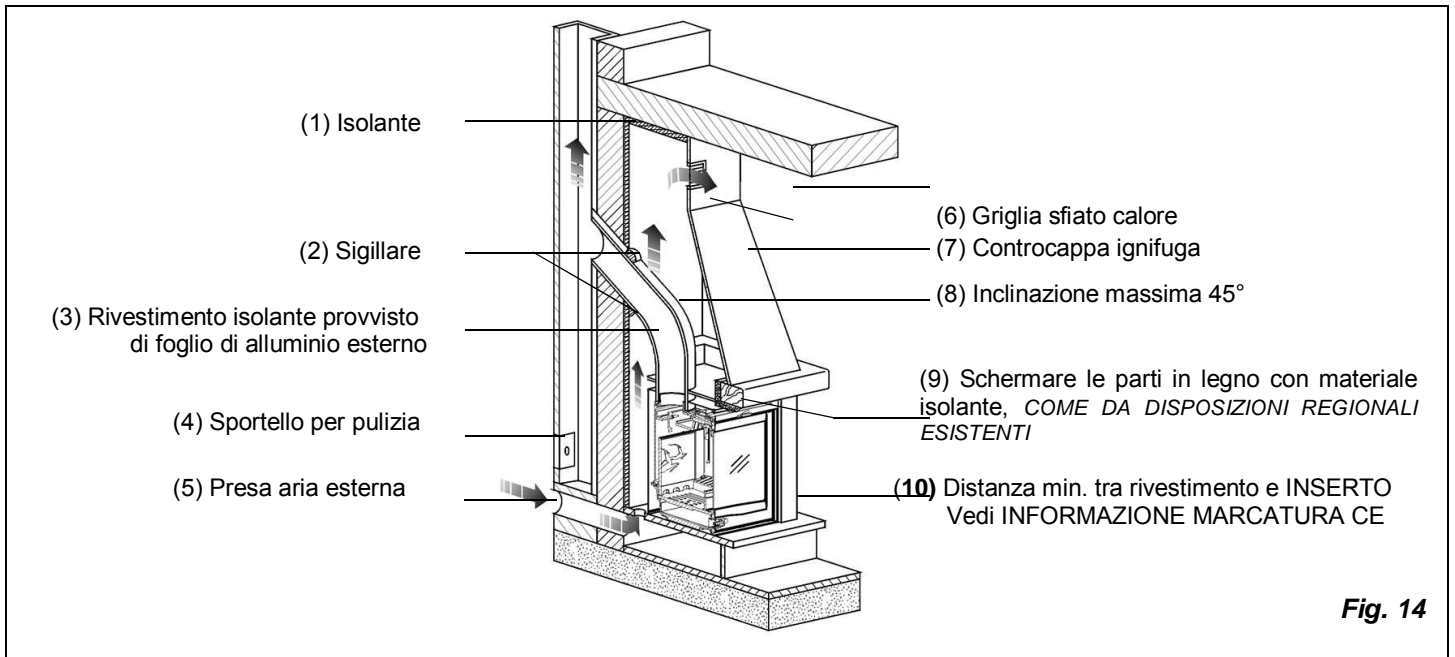

Fig. 14
**La griglia di sfianto calore** (Fig. 14 pos.6 ) va installata sulla parte superiore della cappa a circa 20 cm dal soffitto. Questa **deve sempre essere installata** in quanto la sua funzione è quella di lasciare fuoriuscire nel locale il calore accumulato all'interno della cappa (sovra-pressure).
- Qualora l'afflusso d'aria fosse ottenuto attraverso aperture comunicanti con l'esterno di locali adiacenti sono da evitare prese d'aria in collegamento con garage, cucine, bagni, centrali termiche (v. Fig. 14).